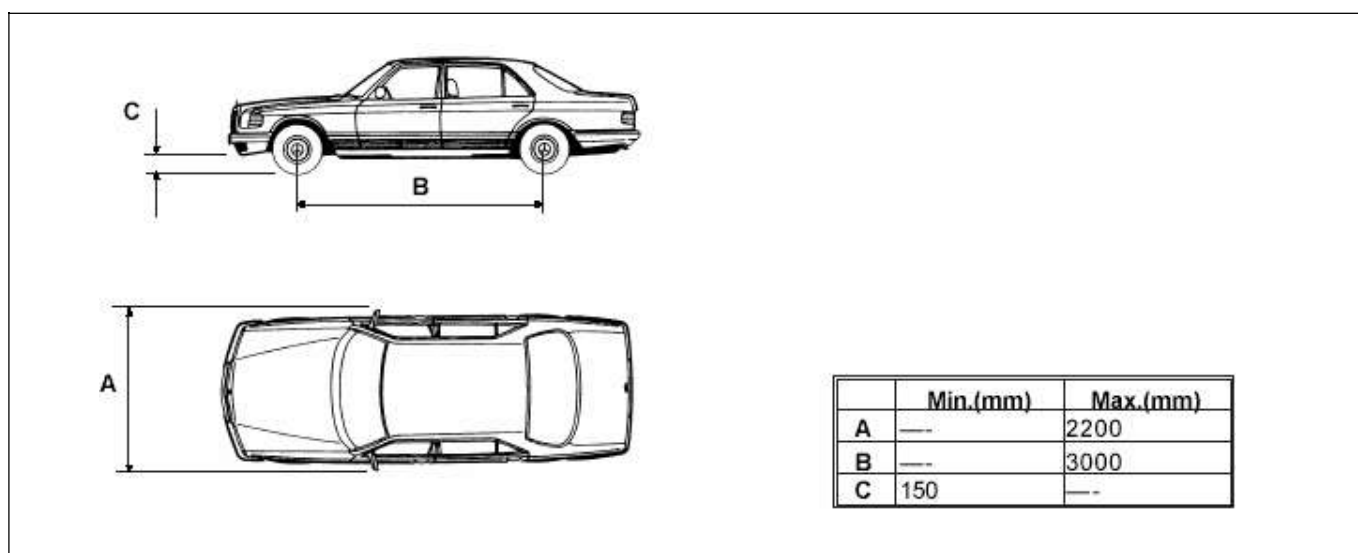

Рис. 11. Минимальные и максимальные габаритные размеры
- Подъемником поднимались только автомобили с допустимыми для подъема параметрами массы и габаритных размеров (Рис. 11 - 12).